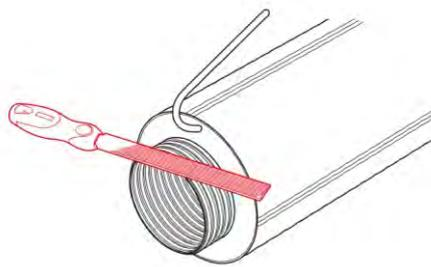

Рис. 3.6.10
**10.** Обработать напильником торец напорной трубы (рис. 3.6.10).